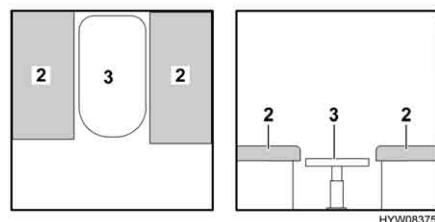

Fig. 39 Durante la trasformazione
- Trasformare il tavolo (Fig. 39,3) in struttura di supporto letto (vedi paragrafo 6.8).